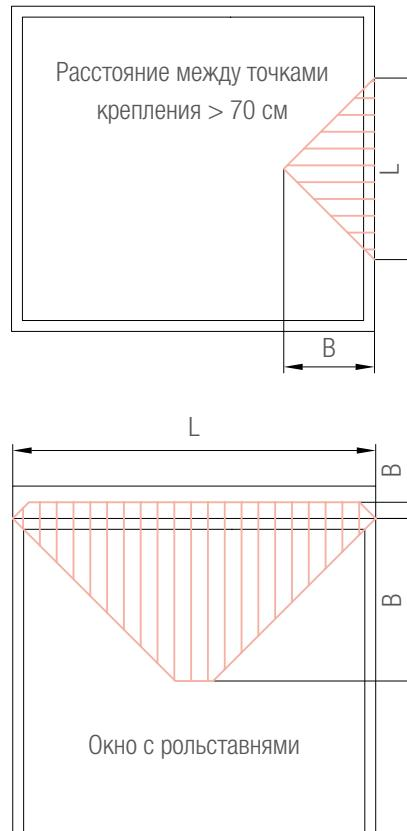

Рисунок 10: превышения допустимых расстояний между точками крепления
Рисунок 10: расчетная диаграмма для определения требуемого момента инерции поперечины в зависимости от величины нагрузки, создаваемой собственным весом заполнения ($f = 0,3$ см, $E = 210000$ Н/мм², $a = 15$ см)
- превышение максимально допустимого расстояния между точками крепления коробок при монтаже (70 см), в этом случае выполняется отдельный статический расчет элементов коробок. Это касается также верхнего горизонтального элемента коробки при наличии в конструкции оконного блока рольставней (см. рисунок 10).